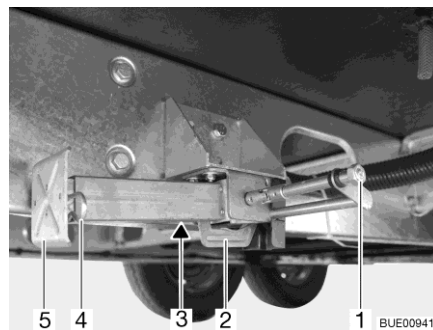

Bild 60 Stödben
- Placera hylsnyckeln på sexkanten (Bild 60,1) och vrid runt den tills stödbenet står rakt neråt.
- När längden på stödbenet kan justeras, dras sprinten (Bild 60,4) ut ur stödbenets förlängning (Bild 60,5).
- Placera hylsnyckeln på sexkanten (Bild 60,1) och vrid runt den tills stödbenet inte längre sitter mot marken.
- Skjut in stödbensförlängningen (Bild 60,5) helt och sätt in sprinten (Bild 60,4) i borrhålet på stödbensförlängningen.
- Vrid sexkanten (Bild 60,1) tills stödbenet svängs uppåt och spåret (Bild 60,2) är helt vid slutet av skåran (Bild 60,3).